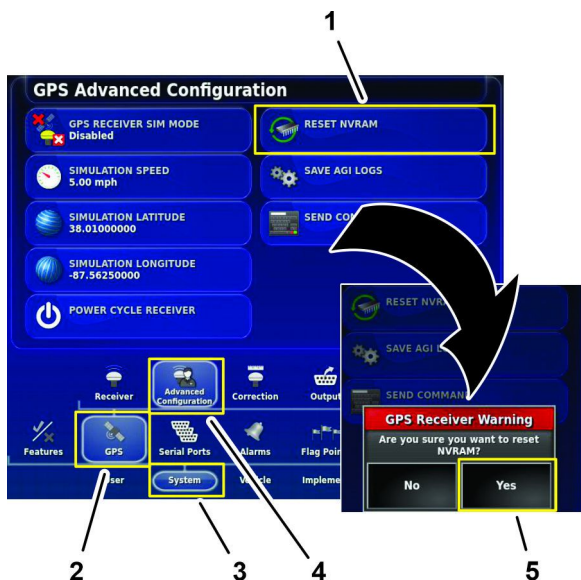

Рисунок 284
1. На экране настройки нажмите значок SYSTEM (СИСТЕМА), значок GPS и значок ADVANCED CONFIGURATION (РАСШИРЕННАЯ НАСТРОЙКА КОНФИГУРАЦИИ) (Рисунок 284).
2. На экране расширенной настройки конфигурации GPS нажмите значок RESET NVRAM (СБРОС ЭНЕРГОНЕЗАВИСИМОЙ ОПЕРАТИВНОЙ ПАМЯТИ) (Рисунок 284).
3. В диалоговом окне с предупреждением о приеме сигнала GPS нажмите на значок YES (ДА) (Рисунок 284).